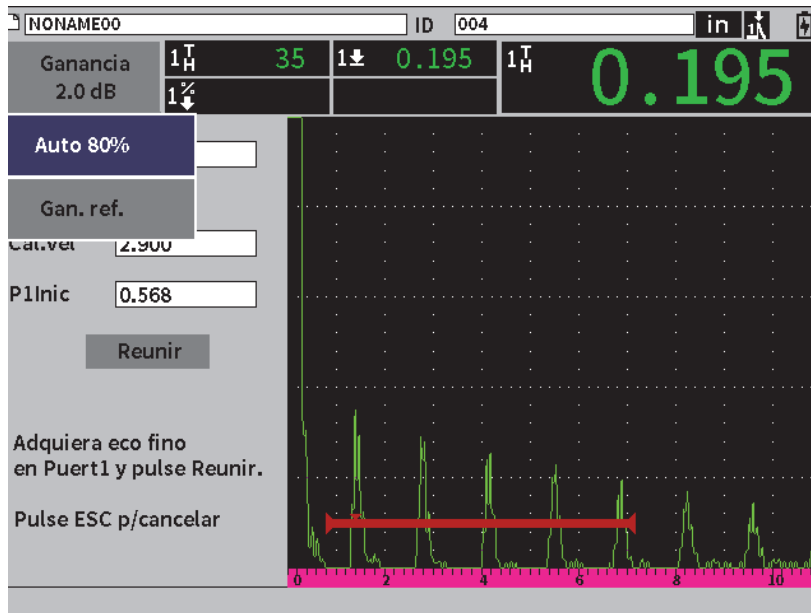

Figura 8-4 Calibración: Listo para el procedimiento Auto 80% en el eco tenue
8. Pulse la tecla TAB para resaltar el campo de ajuste **Ganancia** y completar el procedimiento **Auto 80%** (vea la Figura 8-4 en la página 118). Consulte la sección «Uso de la función AUTO-XX%» en la página 81 para obtener detalles sobre el procedimiento **Auto XX%**.